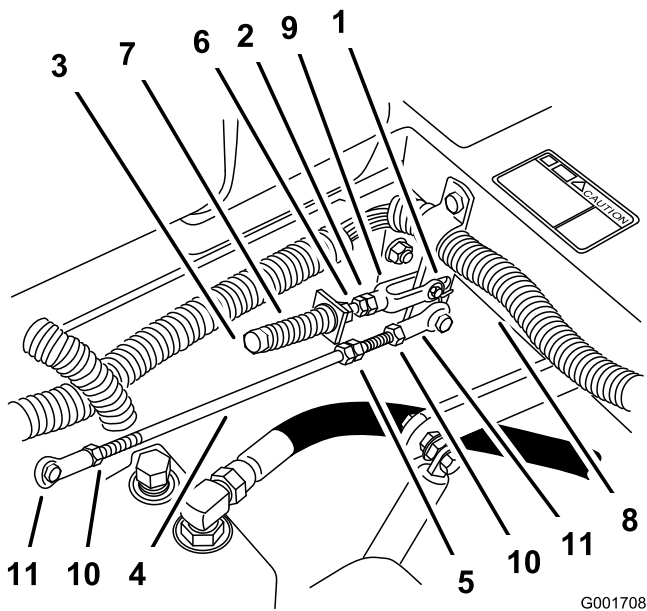

Figura 52
8. Si es necesario un ajuste, afloje la tuerca y la contratuerca contra la horquilla (Figura 52).
9. Aplique una ligera presión hacia atrás en la palanca de control de movimiento, gire la cabeza del perno de ajuste en el sentido apropiado hasta que la palanca de control esté centrada en posición de bloqueo/punto muerto (Figura 52).
10. Apriete la tuerca y la contratuerca (Figura 52).